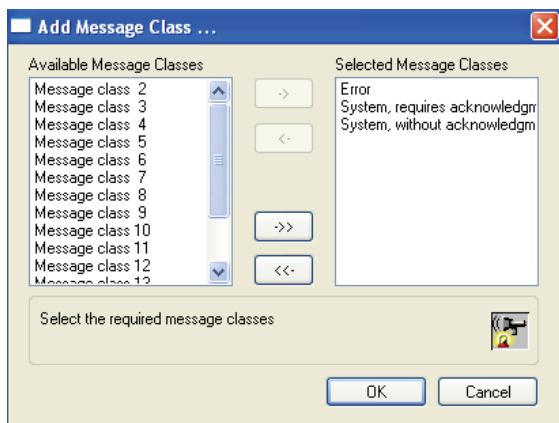

图 8-9 “Add Message Class”对话框
① 在导航窗口中，选择“Message Classes”文件夹。
② 在数据窗口中，用鼠标右键单击空白处选择“添加/删除”选项，打开“Add Message Class...”对话框，如图 8-9 所示。从可用的消息类别列表中选择所需的消息类别，单击“>”将这些消息类别添加至已选的消息类别列表中。如果要添加所有可用的消息类别，单击“>>”。最后单击“OK”按钮以确认选择。